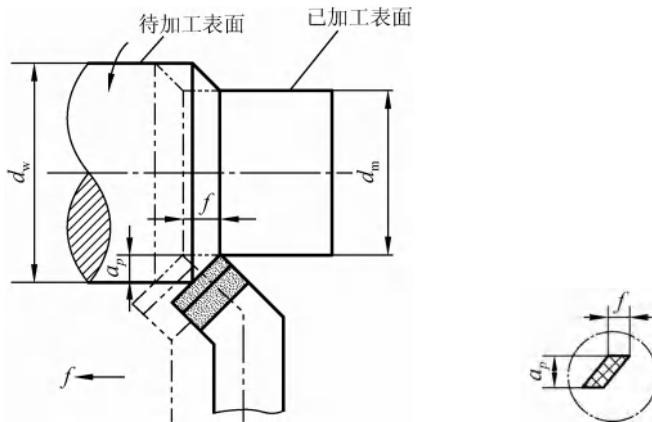

图 2-2-3 切削用量
(1) 背吃刀量 (a_p) 指工件的待加工表面和已加工表面之间的垂直距离，也就是每次走刀时车刀切入工件的深度，如图 2-2-3 所示。它的计算公式：
(2) 进给量 (f) 指工件每旋转一圈，车刀沿进给方向移动的距离就是进给量，如图 2-2-3 所示。它是表示进给运动大小的参数(单位是: mm/r)，数控车床上也常用 mm/min 为单位。